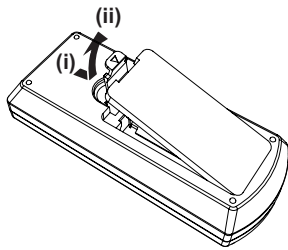

Fig.1
- 1) Ouvrez le couvercle. (Fig. 1)